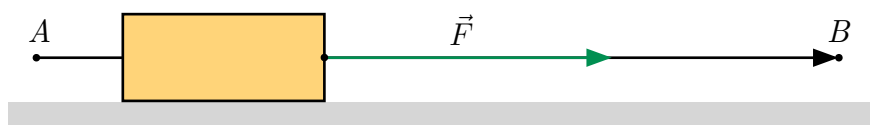

FIGURE 4.1 – Force parallèle au déplacement
- Le travail  $W$  d'une force  $\vec{F}$  orientée dans la direction et dans le sens du déplacement (figure 4.1) est défini par l'expression :